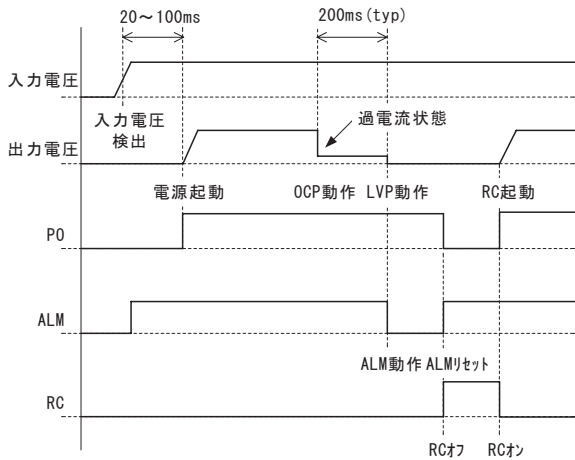

図3.7 SFLSシリーズのシーケンスチャート
■SFLSシリーズの、入力電圧、出力電圧、PO端子、PR端子、ALM端子、RC端子のシーケンスを図3.7に示します。